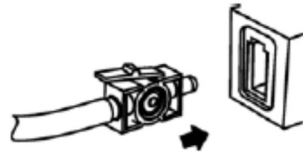

Figure 1
1. Figure 1과 같이 악세서리의 샘플 셀(Sample Cell)을 LoFlo CO2 모듈의 소켓에 연결합니다.